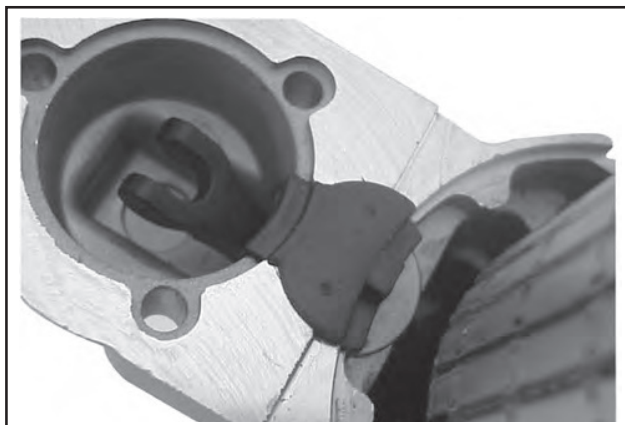

Abbildung 8-64. Installation Stützscheibe und Tülle.
7. Die Stützscheibe und anschließend die Gummitülle in der passenden Vertiefung der Antriebsendkappe installieren. Die geformten Vertiefungen in der Tülle sollten nach außen zeigen und mit den Vertiefungen in der Endkappe übereinstimmen bzw. an diesen ausgerichtet werden. Siehe Abbildung 8-64.